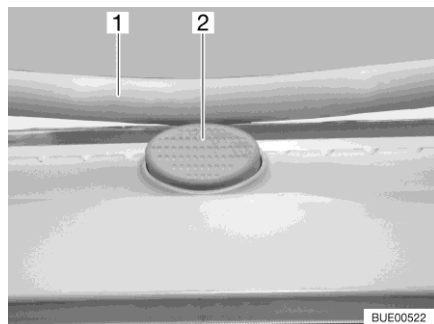

Fig. 27 Bottone di sicurezza (oblò Heki)
- Premere il bottone di sicurezza (Fig. 27,2) e tirare verso il basso la staffa (Fig. 27,1) con entrambe le mani.
- Premere la staffa verso l'alto con ambedue le mani, finché la staffa non poggia al di sopra del bottone di sicurezza (Fig. 27,2).